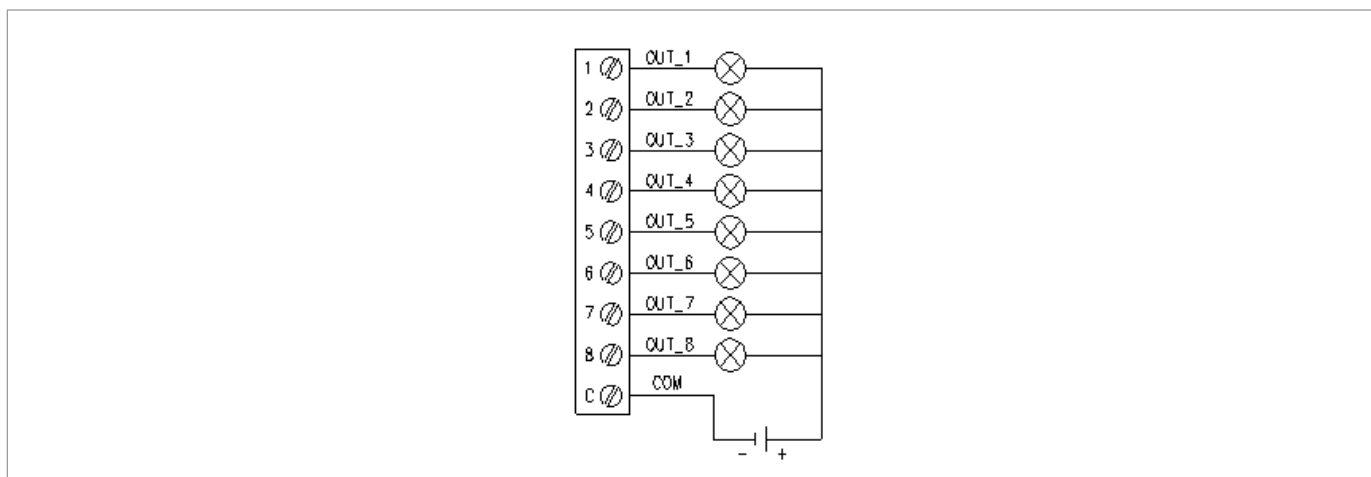

Fig. 4.8. Conexión de salidas digitales
La referencia de tierra de la tensión que se va a activar debe conectarse al terminal común del conector (C) (Fig. 4.8) en estado de: